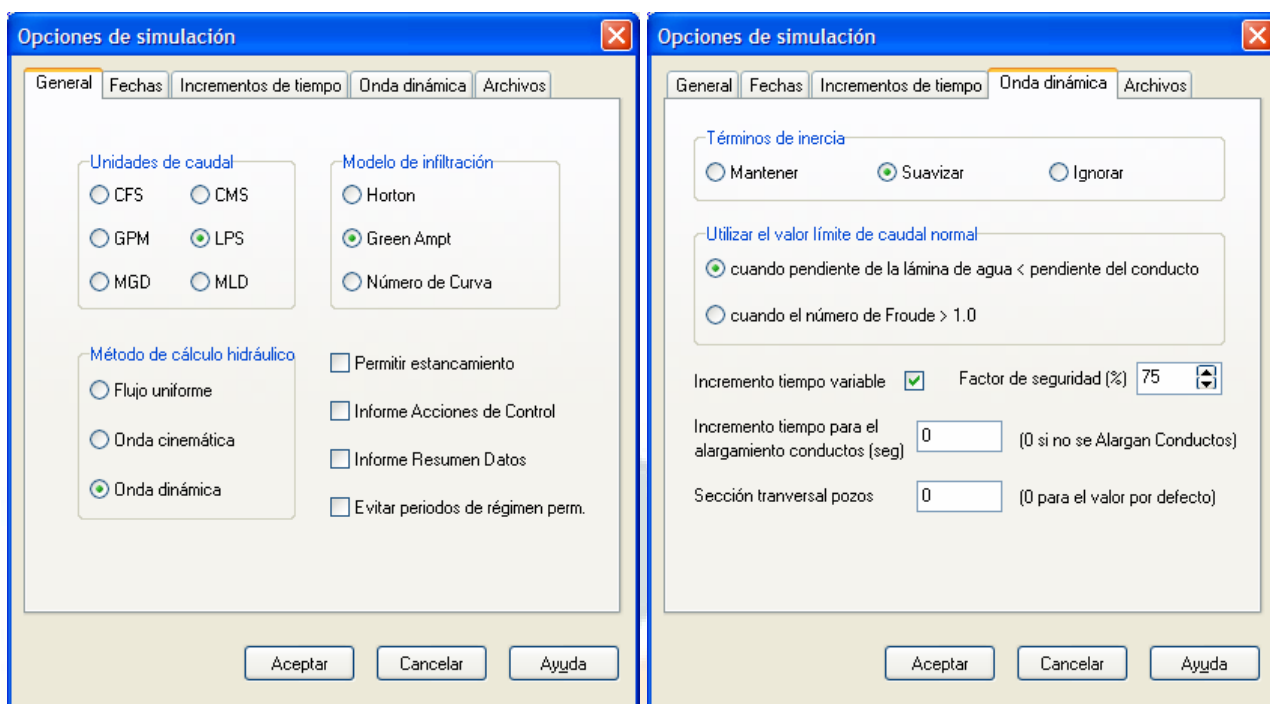

Figura 2.18. Opciones de simulación del método de la Onda Dinámica.
3. En la página de Onda Dinámica de la ventana de diálogo, emplear las opciones mostradas en la Figura 2.18 ¹².